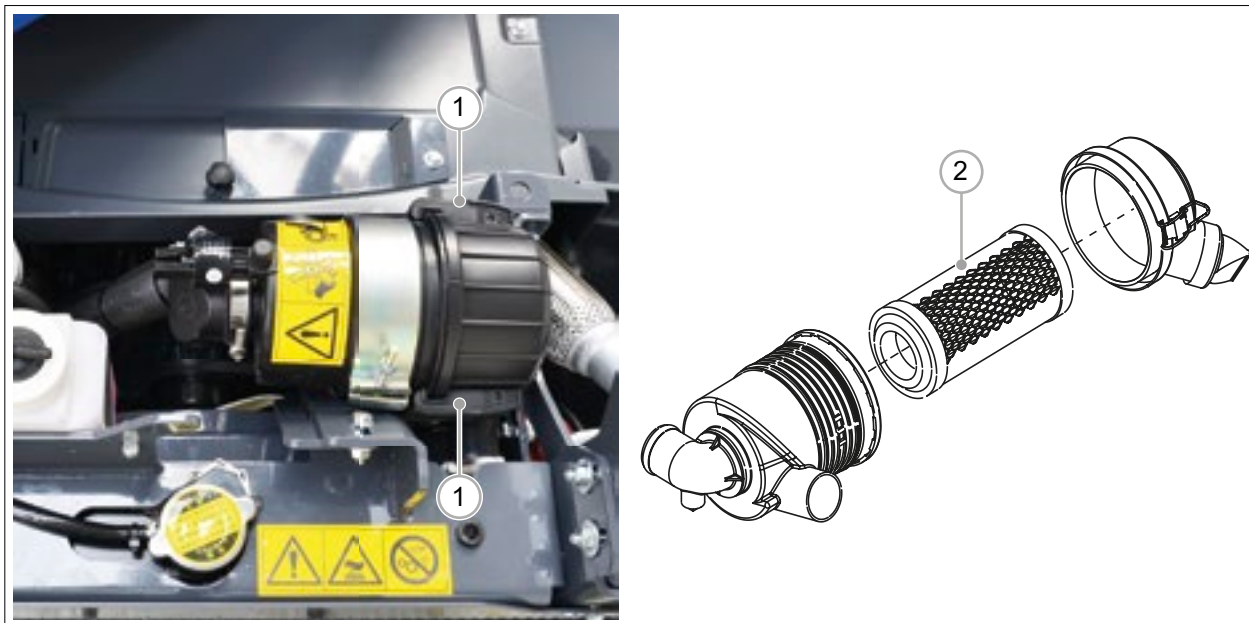

РИС. 51
- 4) Отцепите фиксаторы и снимите крышку (РИС. 51 – Сс. 1).
- 5) Проверьте воздушный фильтр (РИС. 51 – Сс. 2), для очистки продуйте фильтр воздухом с низким давлением или замените новым фильтром.